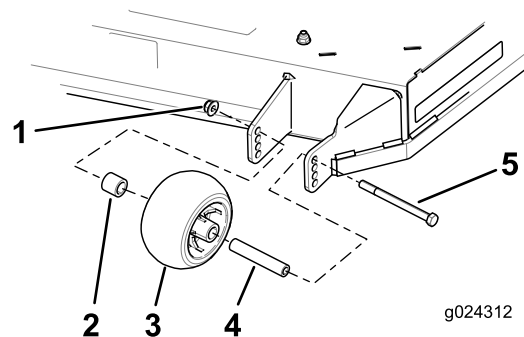

Figura 25
4. Alinhe o parafuso e rolo antidanos no furo do suporte que corresponde à posição mais aproximada da altura de corte (Figura 25).
5. Insira o parafuso no furo do suporte e prenda o parafuso e rolo antidanos com a porca flangeada (Figura 25).
3. Retire a porca flangeada, rolo antidanos e parafuso do suporte (Figura 25).